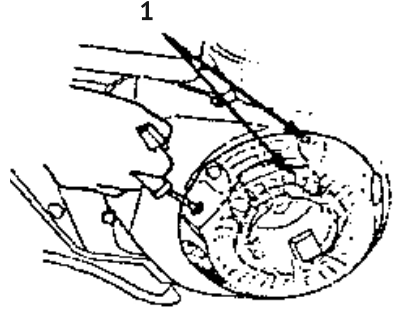

Рис. 33
- Потяните за рукоятку стартера до тех пор, пока не почувствуете сопротивление. Продолжайте тянуть, пока метки не совпадут. В этот момент впускной и выпускной клапаны закрыты, и это поможет защитить двигатель от внутренней коррозии. Совместите выемку на шкиве стартера с отверстием в верхней части корпуса стартера (рис.33 поз. 1).